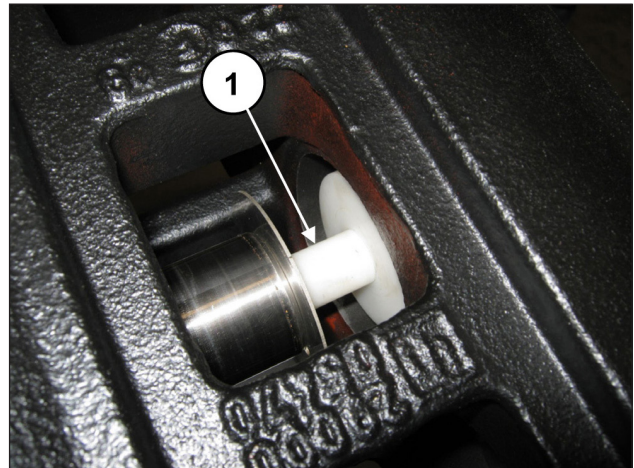

Abb. 168
Setzen Sie den Dorn Art. 27632500 zwischen Kolbenführung und Kolben ein (Pos. ①, Abb. 168).